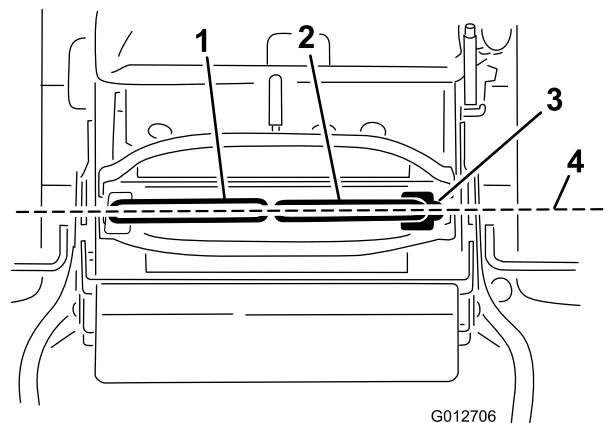

Figure 71
Important: Assurez-vous que l'alignement des roues de la machine est correct après avoir réglé les leviers de commande de déplacement. La procédure est identique pour régler l'alignement des roues et aligner les leviers de commande de déplacement longitudinalement (Figure 71).
1. Une fois le réglage horizontal terminé, contrôlez l'alignement avant/arrière en poussant légèrement les leviers de commande vers l'avant pour rattraper le mou de la timonerie des leviers de commande (Figure 71).